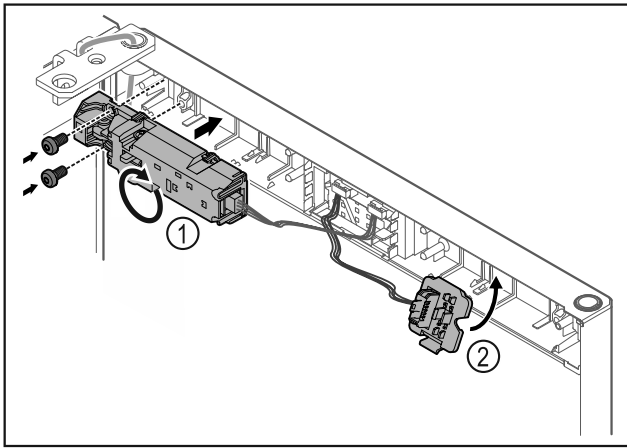

Fig. 11
- ▶ Περιστρέψτε την τηλεχειριζόμενη κλειδαριά Fig. 11 (1) 180° και στερεώστε τη στην απέναντι πλευρά.
- ▶ Κουμπώστε το στήριγμα του φινιρίσματος Fig. 11 (2) στην απέναντι πλευρά.\*